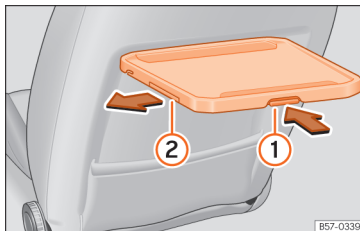

Abb. 5 Vordersitz links: Klapptisch mit Getränkehalter.
- Drücken Sie den Entriegelungshebel an der Tischunterseite »» Abb. 5 ① und halten Sie ihn gedrückt.